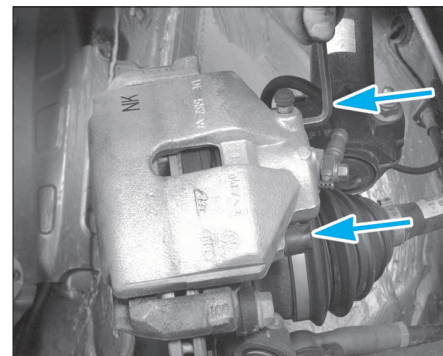

FIG. 7
- Déposer les vis de colonnette de l'étrier (Fig.7).